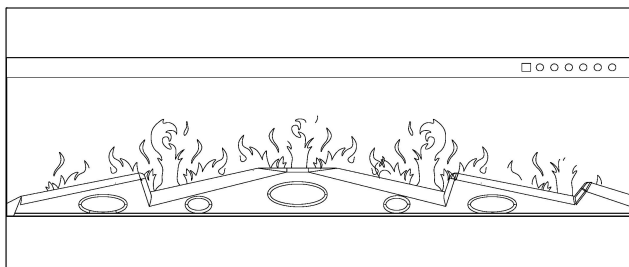

Figura 1
C. Posizionare l'involucro con la parte frontale verso basso sulla superficie morbida, non abrasiva. Togliere il supporto dalla parte posteriore dell'apparecchio svitando le viti, vedi Figura 1.
B. Se il tuo caminetto è dotato di un set di legna, prendi il set di legna dalla confezione e mettilo nello slot per supporti del caminetto. **Figura 1.**